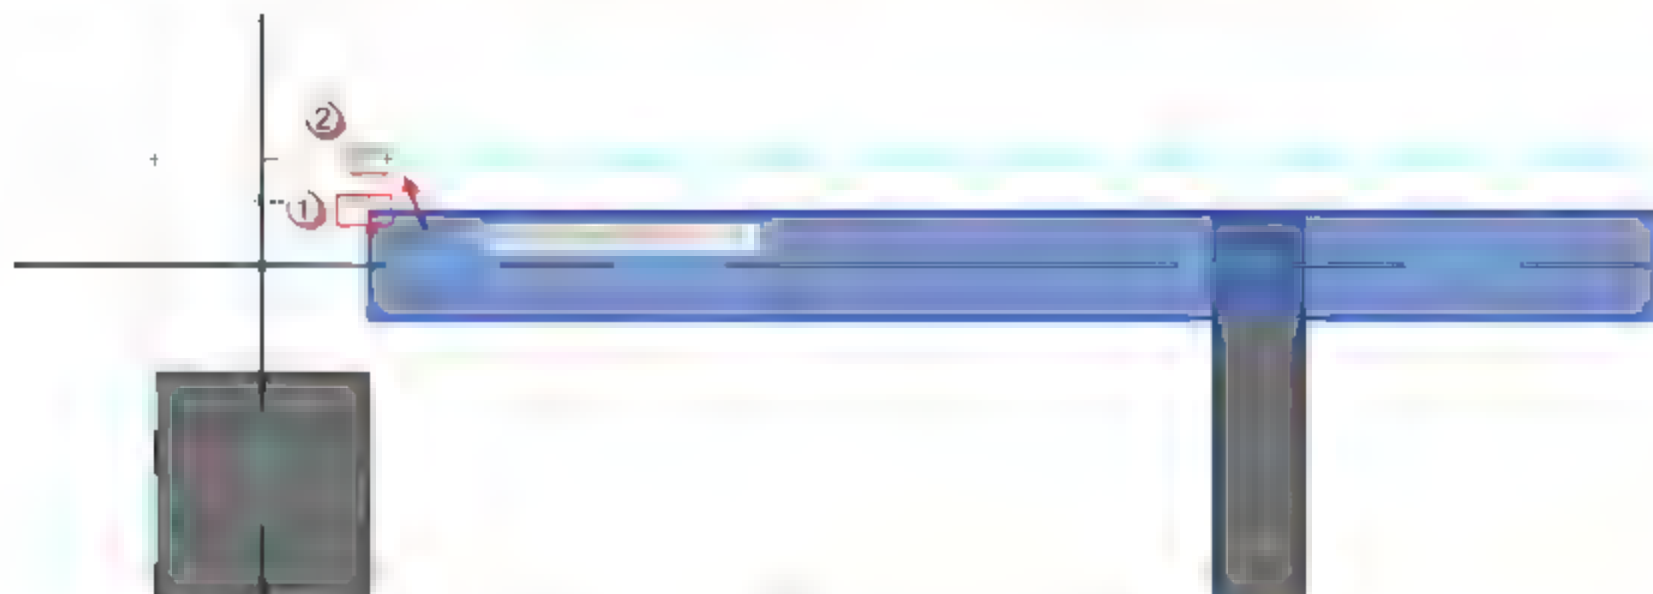
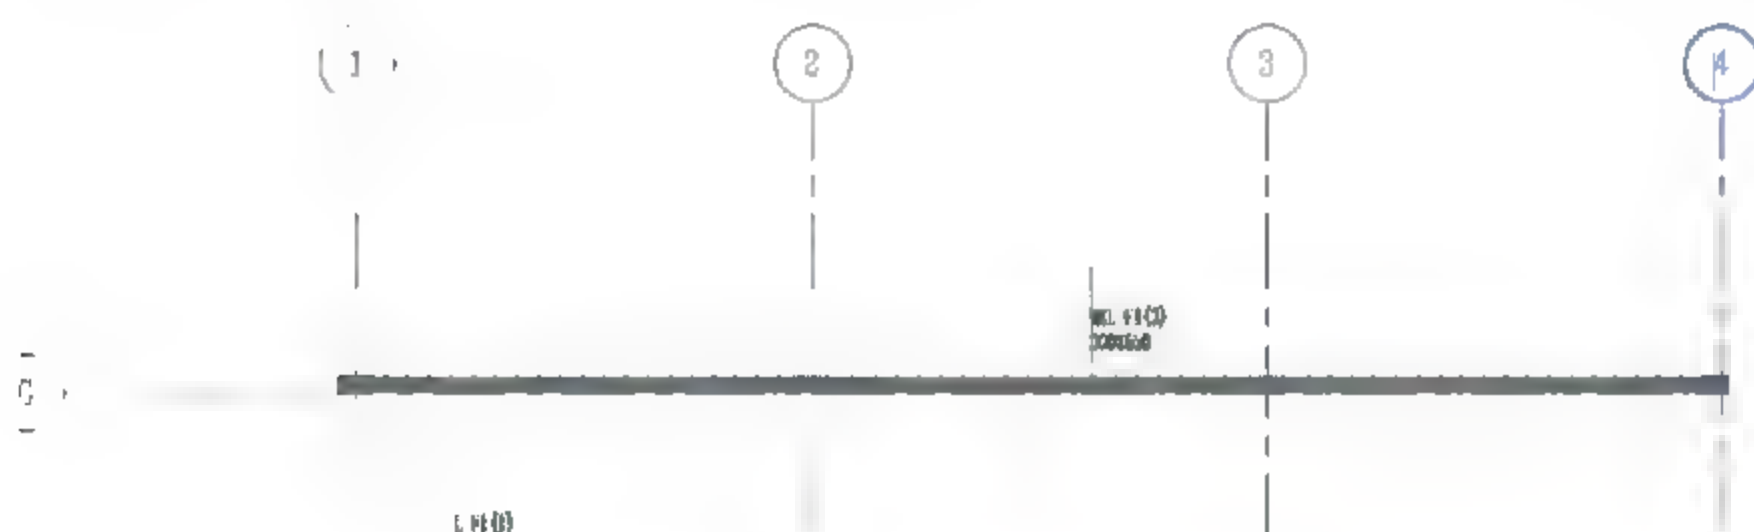

图 5.1.11 调整 WKL-F1 位置
图 5.1.12 WKL-F1 完成图
(7) 绘制 WKL-F1。按快捷键 B+M (绘制梁命令),在“属性”面板中选择“混凝土-矩形梁”梁类型,选择 WKL-F1 梁,最后将 WKL-F1 绘制在梁定位处,如图 5.1.11 所示。
**注意:** 绘制屋框梁时,常常出现绘制的屋框梁与实际定位出现偏移的问题,此时可以先绘制出所需的屋框梁,然后按快捷键 M+V,将屋框梁移动到准确位置,如图 5.1.11 所示,将 WKL-F1 从①位置移动到②位置。移动完成后如图 5.1.12 所示。